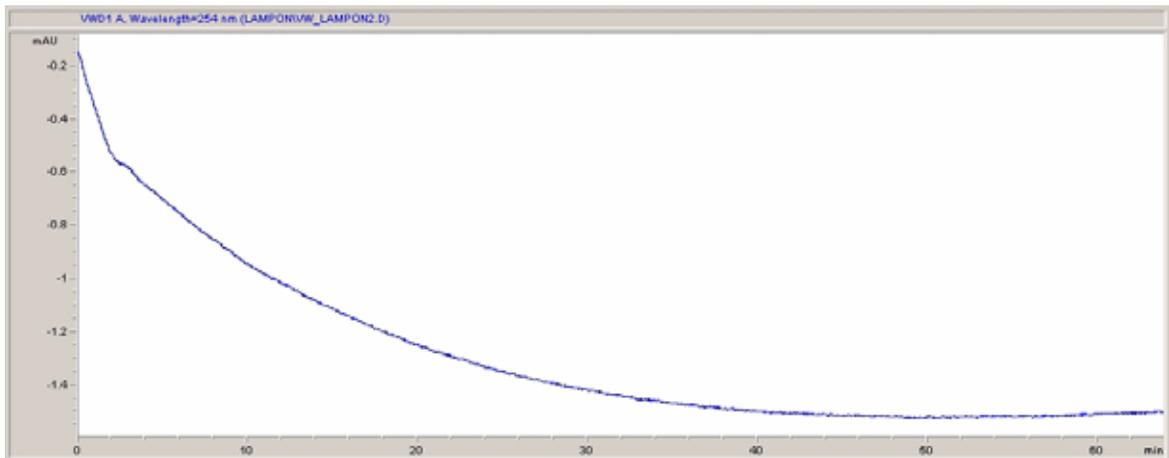

Figura 12 Estabilización de la línea de base
- Deje que el detector se caliente durante al menos 60 minutos para conseguir una línea de base estable (ejemplo: Figura 12 en la página 47).